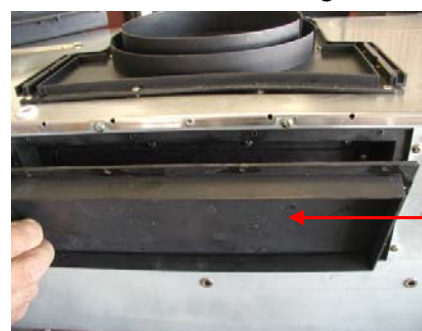

Figura 9
- Corte el orificio de la cubierta de ventilación (posterior) y regrese al otro lado. Consulte la Figura 9. Vuelva a colocar la cubierta de ventilación (posterior).